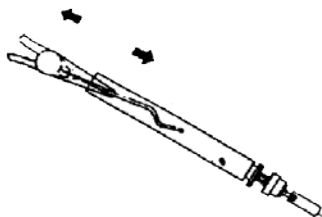

РИС. 13
4. Удалите охлаждающую полоску с помощью зуботехнических плоскогубцев или щипцов (см. рис. 13 и 14)